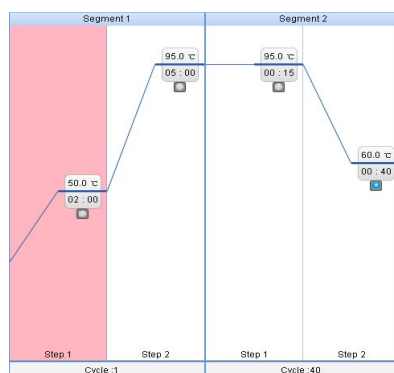

Fig 5-7
- Faceți clic pe **Program** fila, segmentul implicit este prezentat după cum urmează (Fig 5-7); Faceți clic pe caseta Ora de Segmentul 1 - Pasul 2 și schimbați valoarea Time la „10:00”;